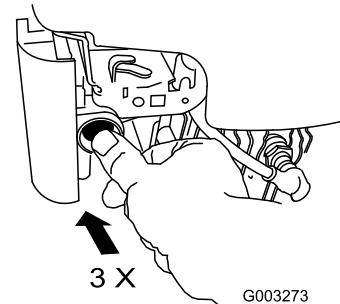

Bild 16
1. Drücken Sie die Kaltstarthilfe dreimal kräftig mit dem Daumen, halten Sie die Kaltstarthilfe jeweils für eine Sekunde gedrückt (Bild 16).